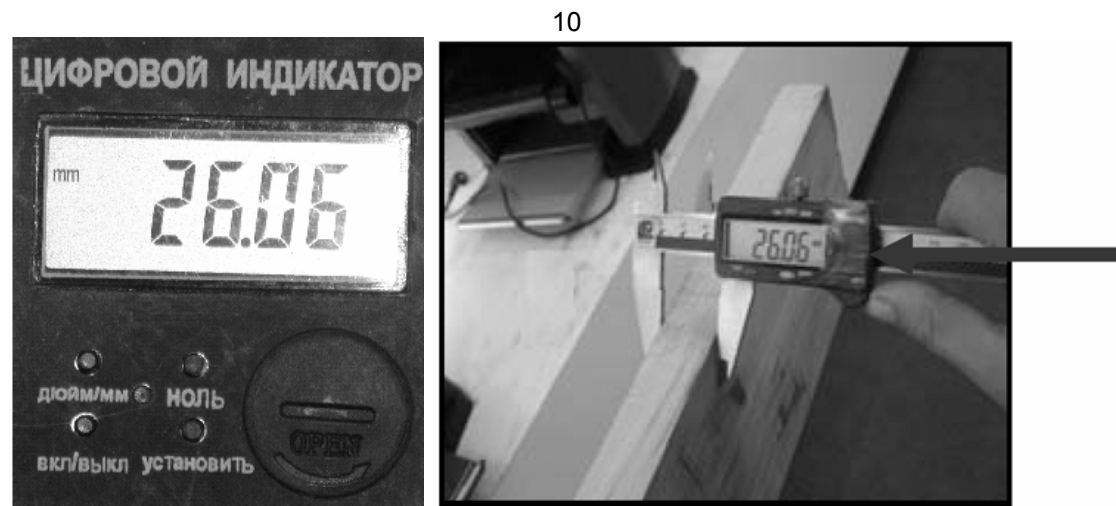

Рис. 21
10.3.10. Произведите пробное строгание заготовки, выполните инструментальное измерение толщины обработанной заготовки и сравните с показанием цифрового измерения, Рис. 21.
**Примечание: Рекомендуем каждый раз перед началом работы проверять правильность показаний цифрового индикатора. Для этого блок строгального вала переведите в нижнее положение, сравните показание цифрового индикатора. Если значение отличается от ранее установленного, нажмите на кнопку (50). На дисплее высветится ранее установленное, откорректированное значение толщины обработанной заготовки в крайнем нижнем положении строгального вала.**